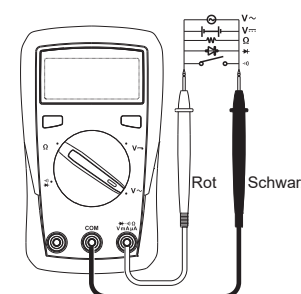

Abbildung 2
1.AC/DC Spannungsmessung (siehe Abbildung 2)
2. Widerstandsmessung (siehe Abbildung 2)
3. Kontinuitätsmessung (siehe Abbildung 2)
4. Diodenmessung (siehe Abbildung 2)